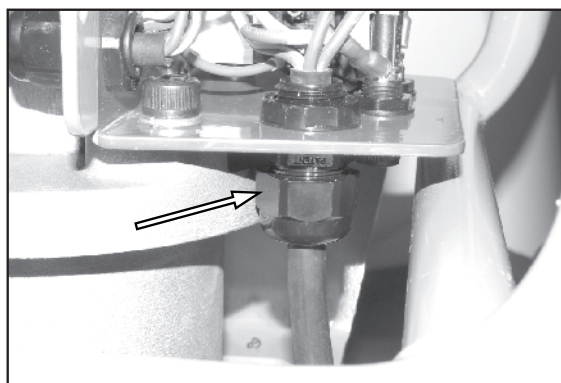

Figura 17.
2. Vedere la Figura 17. Allentare il capocorda.